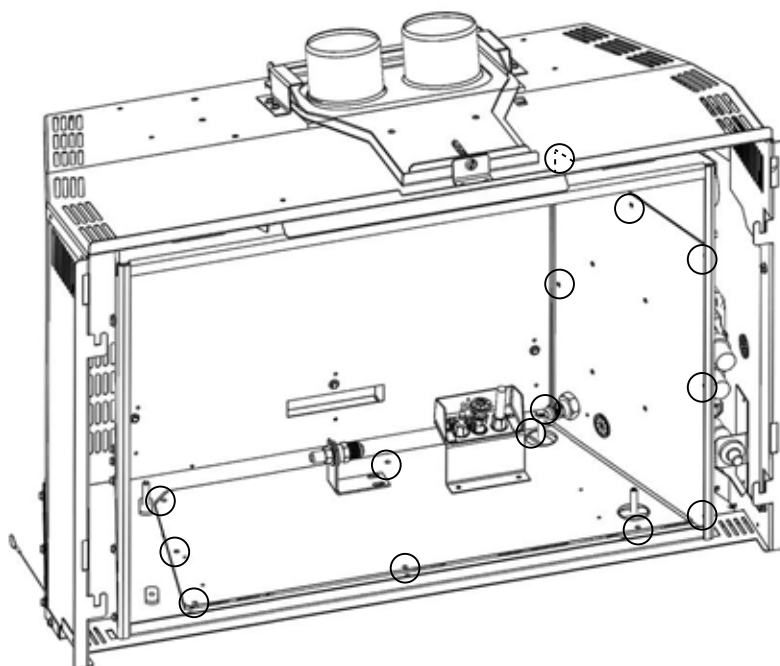

Fig. 7-2
- D. Retirez les 14 vis servant à fixer l'assemblage de la soupape (**Fig. 7-2**).